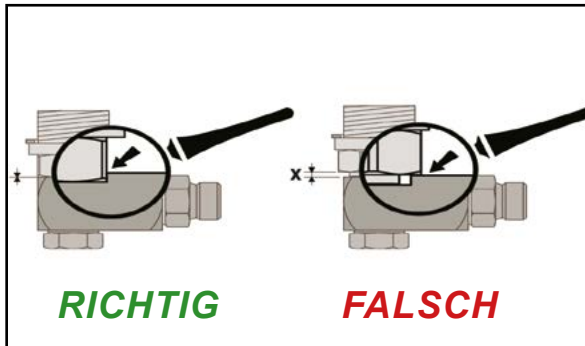

Abbildung 4.2 Die Kurbelgehäuse-Kupplung.
4. Montieren und befestigen Sie die Kurbelgehäuse-Kupplung auf die richtige Weise, sodass diese keine Undichtigkeiten aufweist und in der gewünschten Richtung gesichert ist (Abbildung 4.2).